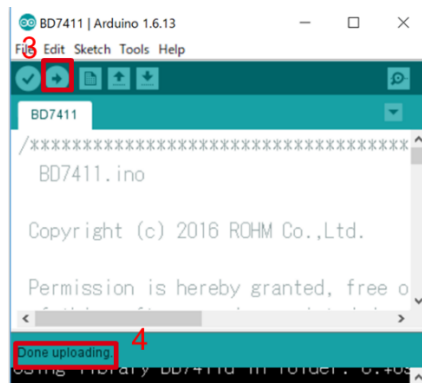

Figure 4. Upload 画面
3. 右矢印の Upload ボタンでプログラムの書き込み (Figure 4)
4. プログラムが正常に Upload できたか確認。赤枠部分のメッセージが"Done uploading"になっていることを確認 (Figure 4)